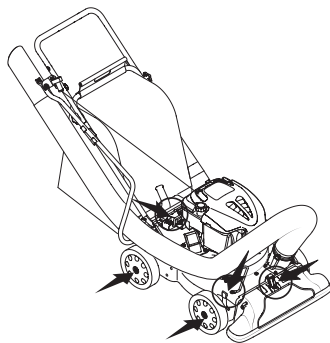

Figure 14
4. Lubrifiez le levier de sélection de mode d'aspiration situé sur la buse une fois par saison avec de l'huile légère. Voir Figure 14.